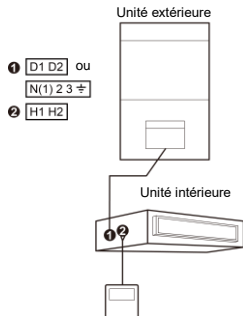

Fig. 4.4: Un panneau de commande mural commande une seule unité intérieure
- (1) Pour raccorder le panneau de commande mural aux unités UNI SPLIT, il est possible de procéder comme indiqué sur les figures 4.4, 4.5, 4.6 ou 4.7.
- (2) Lorsqu'un ou deux panneaux de commande commande(nt) plusieurs unités intérieures simultanément, le panneau de commande mural peut être raccordé à n'importe quelle unité intérieure à condition que l'unité intérieure connectée doit appartenir à la série d'unités intérieures. La quantité totale d'unités intérieures commandées par un seul panneau de commande mural ne doit pas être supérieure à 16. Toutes les unités intérieures raccordées doivent appartenir à la même série d'unités intérieures. La quantité d'unités commandées faisant partie d'un groupe commandé doit être paramétrée sur le panneau de commande mural. Voir „4.2.3 Paramétrage“, paramètre „P14“.
- (3) Lorsque deux panneaux de commande muraux commandent une seule unité intérieure, les adresses de ces panneaux de commande doivent être différentes. Voir „4.2.3 Paramétrage“, paramètre „P13“.
- (4) Quant au raccordement des bornes du panneau de commande mural, la polarité n'a pas d'importance. Les bornes ne doivent pas être raccordées à une tension électrique forte.